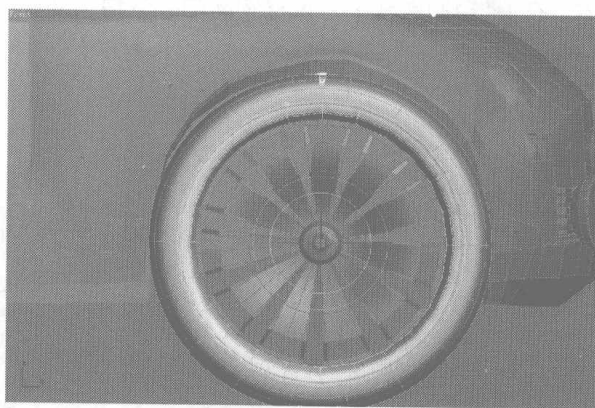

图 7.286
- 41** 退出子物体层级。单击 **View** 视图右侧的小三角，在弹出的快捷菜单中选择 **Pick** 视图，拾取物体坐标。在工具栏中的空白处单击鼠标右键，在弹出的快捷菜单中选择 **Extras** 选项。在弹出的面板中选择  阵列工具，或者将它拖动到工具栏中。一直按住工具栏中的  按钮，在弹出的下拉列表中选择  按钮，切换坐标，如图 7.286 所示。